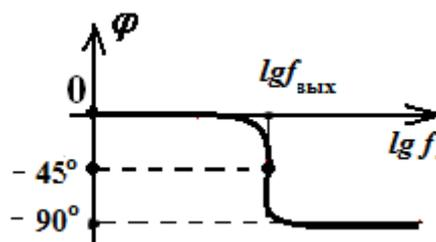

Рис. 8. ЛФЧХ ФНЧ (выходной RC цепи)
ЛФЧХ интегрирующего звена $\varphi = F(f)$ рис. 8 показывает фазовый сдвиг выходного напряжения $U_{\text{ВЫХ}}$ относительно входного U_2 . В соответствии с выводами условий (7): на частоте излома фазовый угол входной цепи